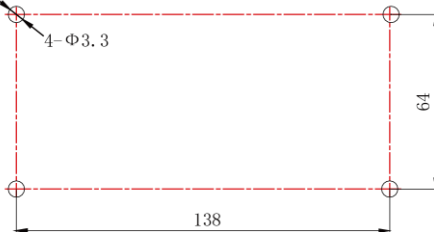

Рис. 1.9 Отверстия для установки задней крышки
- 2) В случае, если ПЦУ устанавливается на деревянной поверхности, просверлите 4 монтажных отверстия согласно рис.1.9.
- (4) Шаг (1), вытащите токопроводящий кабель и кабель связи, а затем выведите их отдельно от проволочного отверстия на задней крышке электрокороба. Никогда не проводите кабели через одно отверстие.
- (5) Шаг (2), закрепите заднюю крышку электрокороба при помощи болтов ST4.2×16 FA.
- (6) Шаг (6), вытащите провод, соединяющий сенсорный экран и заднюю крышку контроллера. Поместите сенсорный экран в безопасное место.
- (7) Шаг (7), подключите кабели связи к клеммам G1, G2; нейтральный провод и жилу к клеммам N, L; провод заземления к положению  на задней крышке электрического короба. Закрепите винтом M4 × 12.
- (8) Шаг (8), закрепите заднюю крышку контроллера на задней крышке электрокороба при помощи винтов ST4.2 × 9.5 TC.
- (9) Шаг (9), подключите сенсорный экран к задней крышке контроллера проводом.